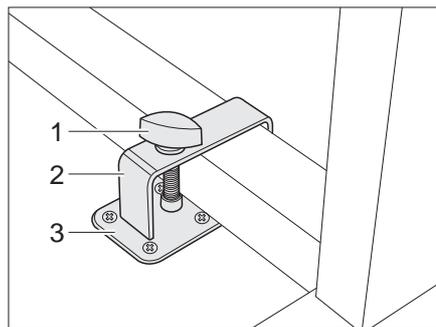
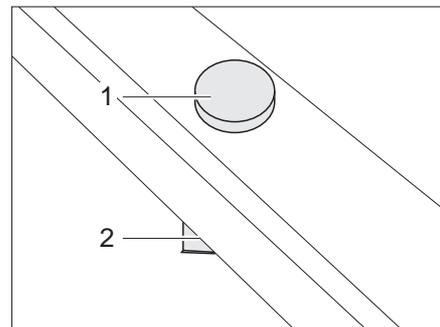

Bild 55 Arretierung Schwenktisch mit Metallgestell
Bild 56 Arretierung Schwenktisch mit Kunststoffgestell
- Schwenktisch neben die Halterung (Bild 55,3) bzw. auf die Halterung (Bild 56,2) stellen.
- Den Bügel (Bild 55,2) mit der Halteschraube (Bild 55,1) über den Tischfuß legen.
- Den Bügel und ggf. den Schwenktisch so verschieben, dass die Halteschraube (Bild 55,1 bzw. Bild 56,1) in die Halterung (Bild 55,3 bzw. Bild 56,2) geschraubt werden kann.